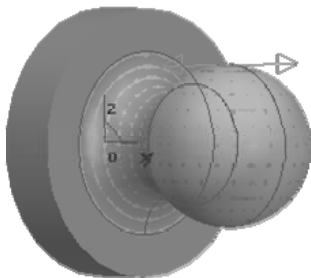

图 4-9 选择走刀方向
2) 根据提示单击指向圆柱体表面外的箭头, 选择后系统提示“选择走刀方向”, 同时又在圆柱体表面又出现了一对背向箭头, 如图 4-9 所示。